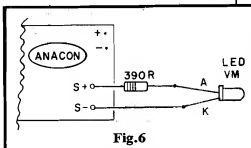

Fig. 6
- **FIG. 6 - CONEXÕES EXTERNAS PARA O INDICADOR VISUAL (OPCIONAL)** - O diagrama mostra as simples modificações que devem ser feitas nas conexões aos pontos "S+" e "S-" da placa, se o indicador visual, com LED, for escolhido. No caso, **ATENÇÃO** à correta identificação dos terminais do LED (em dúvida, o TABELÃO APE está lá, no copeço da Revista, para esclarecer...).
FIG. 6 - AS CONEXÕES DA ALIMENTAÇÃO - Com a plaquinha ainda vista pelo seu lado não cobreado (dos componentes...), detalhamos as ligações da alimentação... Os códigos "VM" e "PT" vistos junto aos símbolos da fiação externa, referem-se às recomendações cores, padronizadas, para a cabagem do positivo e negativo (respectivamente vermelho e preto). Embora não obrigatória, essa standardização sempre ajuda a evitar inversões ou trocas, na hora de se estabelecer as ligações definitivas da alimentação...